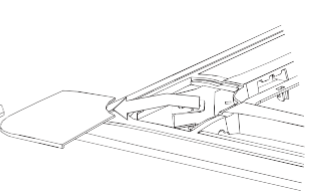

Abb.5-11
- Lösen Sie die Schrauben, heben Sie die 4 Eckabdeckungen an und ziehen Sie sie auseinander. (Siehe Abb. 5-11).